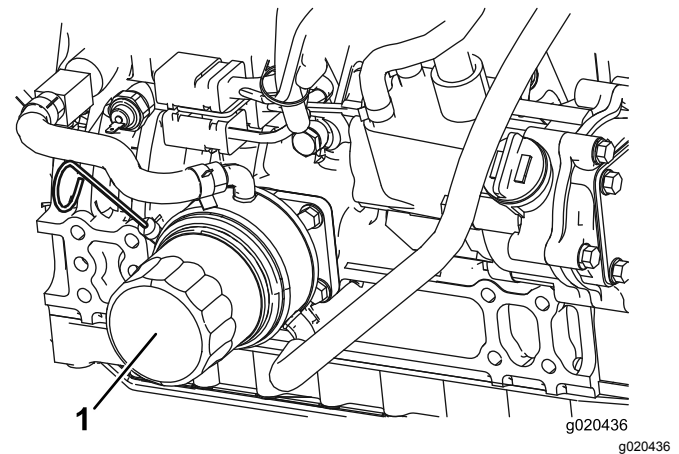

Figure 34
2. Déposez le filtre à huile (Figure 34). Appliquez une fine couche d'huile propre sur le joint du filtre de rechange avant de le visser en place. Ne serrez pas excessivement.